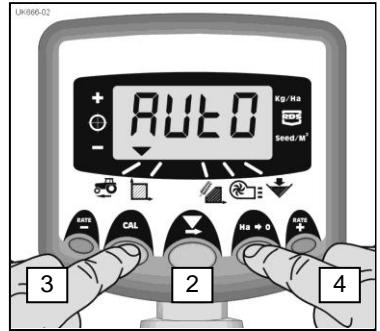

Figure 7: Inicio AutoCal
4. Continúe presionando el botón **CAL** y presione el botón **Ha>0**. La pantalla mostrará "Auto" listo para comenzar la prueba (fig. 7).